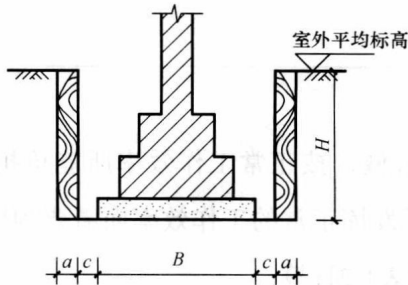

图1-2 双面支挡土板沟槽示意图
(2) 双面支挡土板挖沟槽时，如图1-2所示。当设计没有挡土板宽度时，其宽度按图示沟槽底宽，单面加10 cm，双面加20 cm计算。